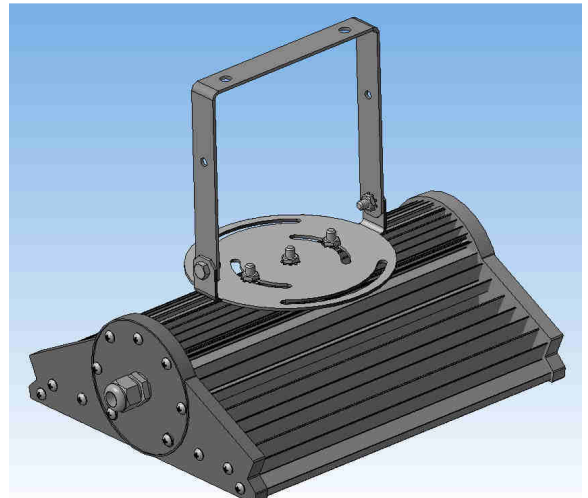

Рис.5
- Зафиксируйте светильник на монтажной поверхности или балки при помощи кронштейна см. рис.5.